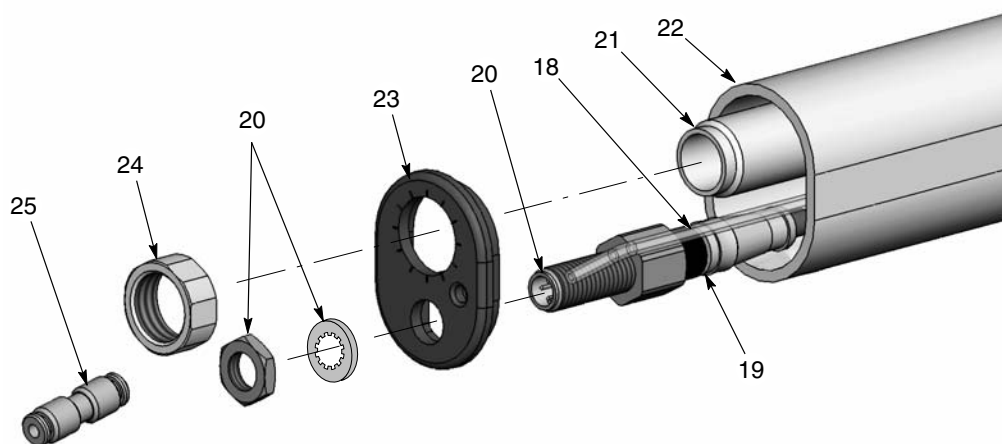

Figure 17 Démontage du pistolet à fixation sur tube 1 sur 5
2. Voir la figure 17. Débrancher le raccord union (25) du tuyau pneumatique transparent de 4 mm (18).
3. Débrancher le câble du pistolet (non illustré) de la prise (20).
4. Dévisser l'écrou (24) du tube de serrage (21).
5. Retirer l'écrou et la rondelle frein de la prise à câble (20). Conserver l'écrou et la rondelle frein pour les réutiliser.
6. Tirer le capuchon terminal (23) hors de l'extrémité du pistolet.
9. Voir la figure 17. Raccorder le câble prolongateur (19) à la prise (20) dans le capuchon terminal (23).
11. Monter le capuchon terminal sur le tube de fixation en faisant passer le tube de serrage (21) et le tuyau transparent de 4 mm (18) à travers le capuchon terminal.
12. Fixer la prise (20) au capuchon terminal avec la rondelle frein et l'écrou.
13. Visser l'écrou du tube de serrage (24) sur le tube et le serrer fermement.
14. Monter le raccord union (25) sur le tuyau transparent de 4 mm.